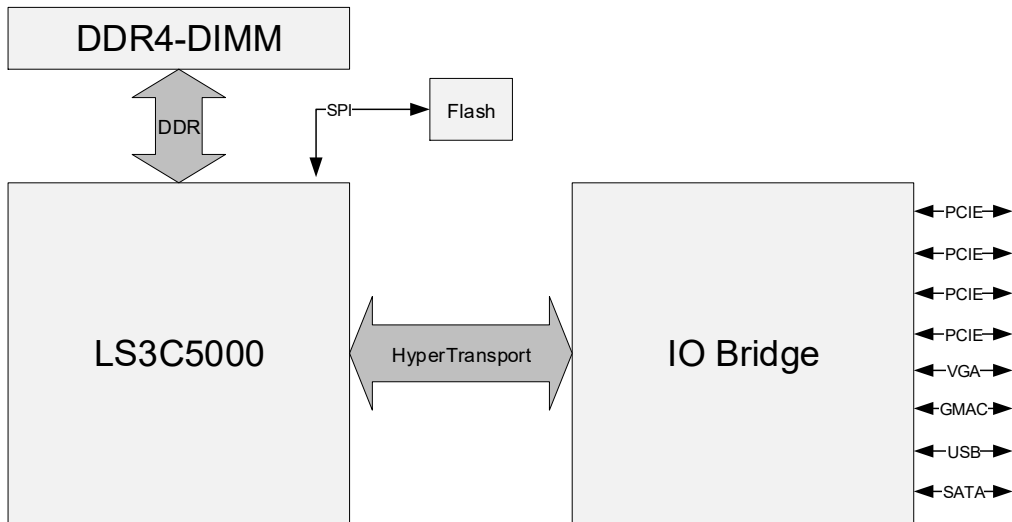

图 2-1 单处理器系统连接
- (1) 单路服务器，龙芯 3C5000 单处理器系统。使用 HT0 接口用于 IO 桥片连接。一种常见的连接方式如图 2-1 所示：